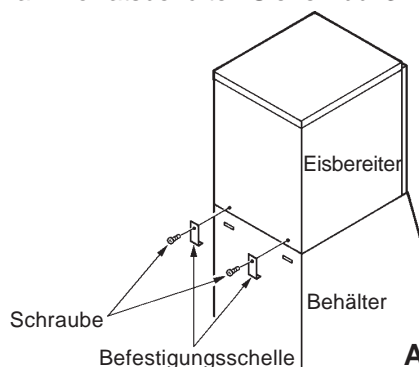

Abb. 3
- 4) Befestigen Sie den Eisbereiter mit den beiliegenden zwei Befestigungsschellen und den zwei Schrauben am Vorratsbehälter. Siehe Abb. 3.